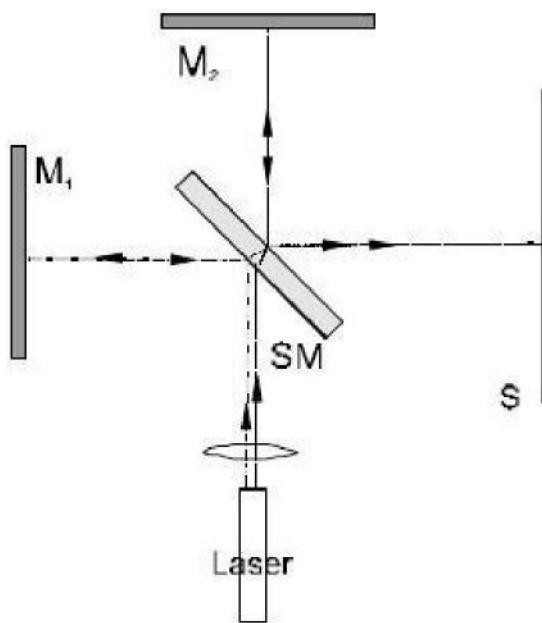

Fig. 2 Montagem do prato de experiência Interferômetro de Michelson (M_1 , M_2 = Espelhos, SM = Espelho semitransparente, S = tela de vidro fosco)
- Colocar o laser aproximadamente no centro no lado comprido da placa (Fig. 2) e alinhar o raio laser paralelo à placa base (ver as observações).
- Colocar o espelho semitransparente entre o laser e o espelho M_2 (ver Fig. 2). O ângulo entre o espelho semitransparente e o eixo do raio laser deveria ser no possível exatamente 45° .
- Montar a tela de vidro fosco segundo Fig. 2. O feixe de raio laser deve incidir no centro dele.
Na montagem segundo Fig. 2 é importante que as ondas circulares superpostas só formem um ângulo pequeno. Então se pode ver a franja de interferência na superfície I (ver Fig. 3a). Se o ângulo for muito grande (Fig. 3b), a interferência não poderá ser observada. Por isso é importante, que o raio laser esteja alinhado de tal maneira, para que corra paralelo à placa de base e que continue percorrendo paralelamente apóis da reflexão nos espelhos M_1 e M_2 .